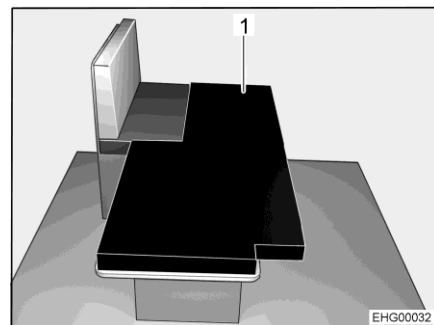

Fig. 52 Après la transformation
- Placer le coussin supplémentaire (Fig. 52,1) comme illustré sur la table abaissée.